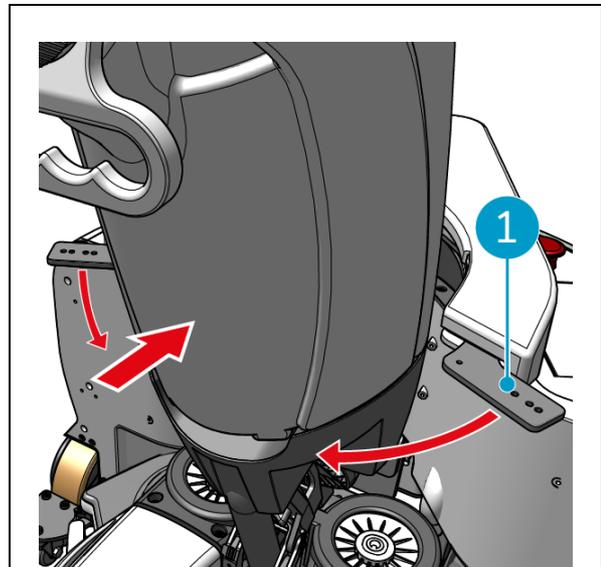

Figura 20
4. Fechar o anel de fixação (Figura 20, pos. 1) à volta do i-mop XL.